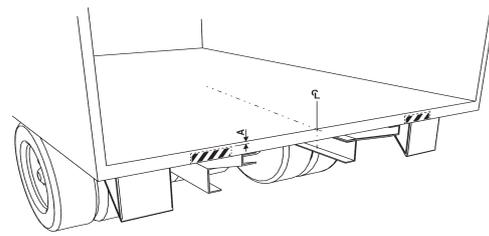

Abbildung 20. Mittelpunkt an der Hecktraverse des Fahrzeugs ausmessen und markieren.
1. Mittelpunkt an der Hecktraverse des Fahrzeugs ausmessen und markieren. Siehe Abbildung 20.